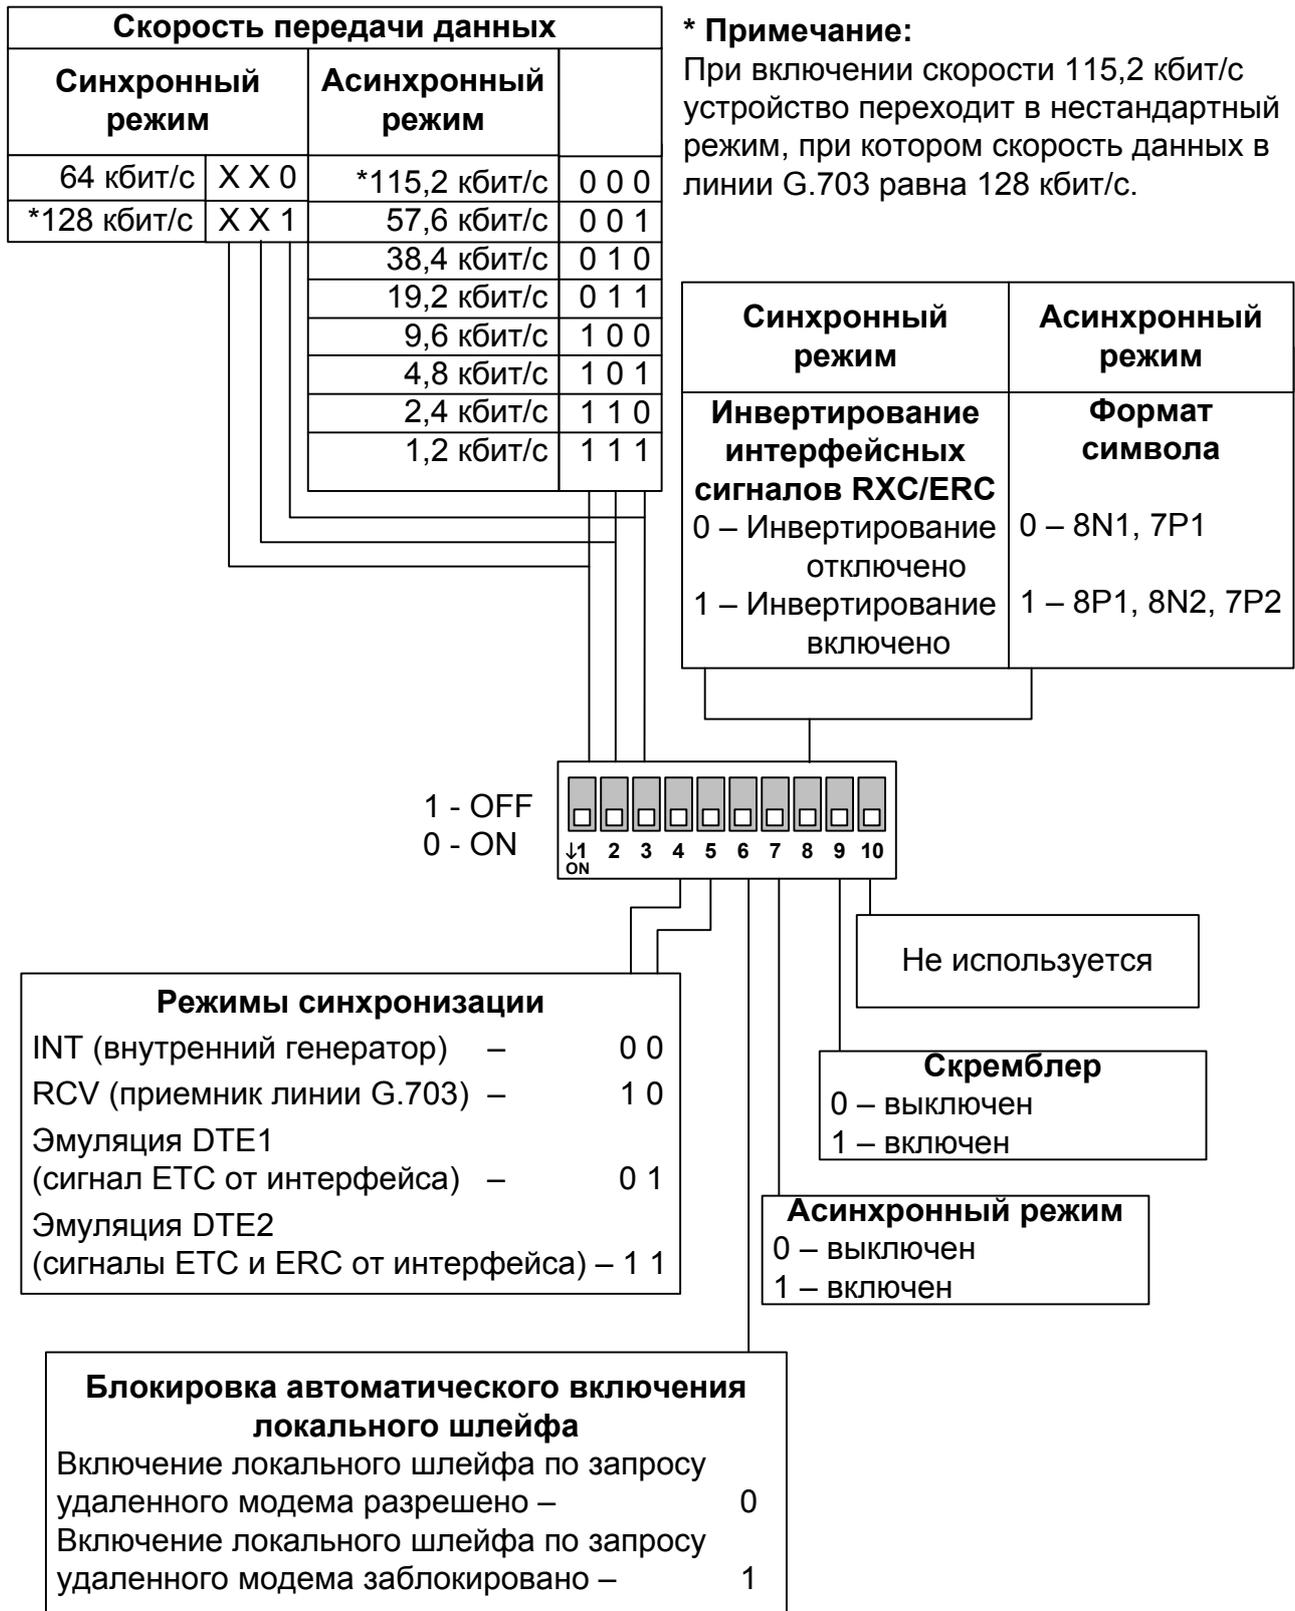

Рис. 5.1-4. Функции группы микропереключателей S1
- в асинхронном режиме – от 1,2 кбит/с (переключатели в верхнем положении) до 115,2 кбит/с (переключатели в нижнем положении) (см. рис. 5.1-4);